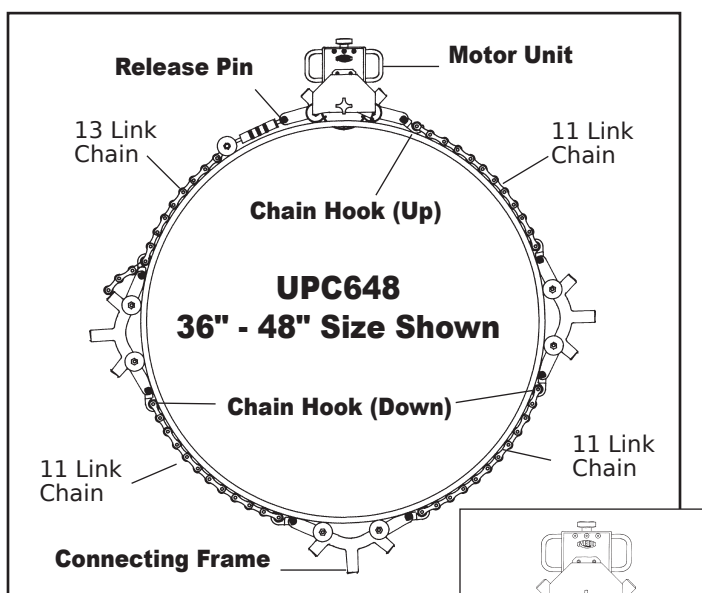

РИС. 5
3. Присоедините цепь на 13 звеньев с талрепом к блоку двигателя быстросъёмным пальцем. Выдвиньте талреп в крайнее положение (рис. 5).
6. При резке трубы, где нужны соединительные рамы и цепи на 11 звеньев (UPC636 и UPC648), заранее присоедините крюки цепи к алюминиевым соединительным рамам крюками вниз. Вернитесь к шагу 5, разместив соединительные рамы на равном расстоянии от блока двигателя (рис. 5).